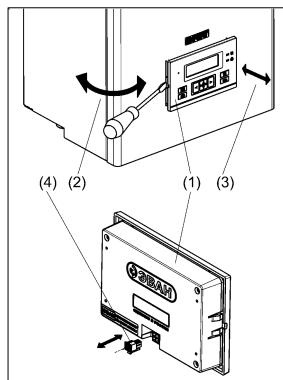
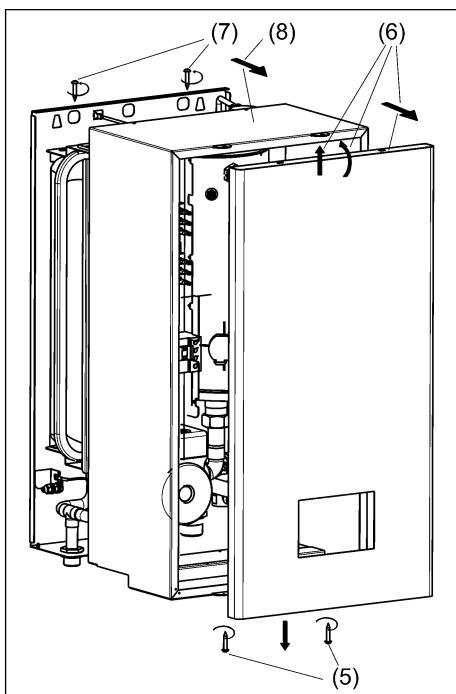

Рисунок 5. Снятие блока управления
Рисунок 6. Снятие лицевой панели и кожуха
(1) Аккуратно подденьте плоской отвёрткой место примыкания блока управления и лицевой панели (см. рис. 5).
(2) Выдвиньте блок управления на себя.
(3) Отсоедините кабель с разъёмом от блока управления. Кабель подсоединен с тыльной стороны блока управления.
(4) Уберите блок управления в сторону в безопасное место.
(5) Открутите отвёрткой два самореза с нижнего торца лицевой панели (см. рис. 6).
(6) Снимите лицевую панель и уберите её в сторону, при этом исключите